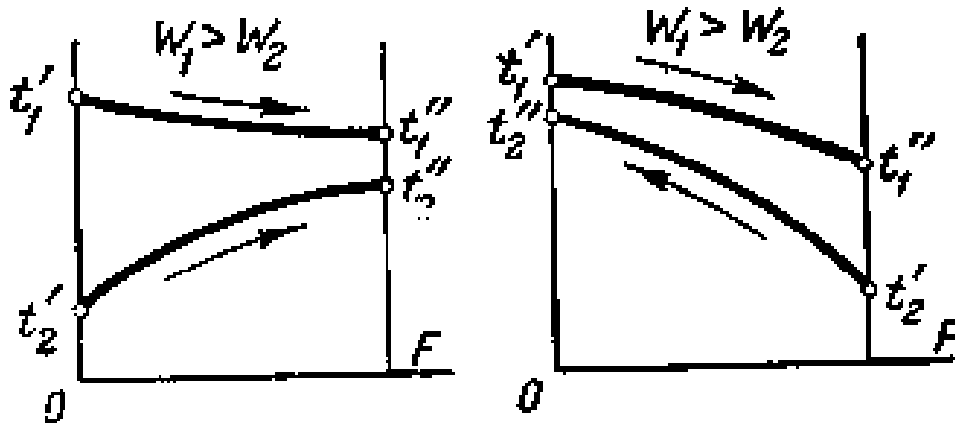

Рис. 1. Характер изменения температур теплоносителей при прямотоке и противотоке
**Задача 3.** В воздухоподогревателе воздух нагревается от  $T_1' = 293\text{K}$  до  $T_1'' = 453\text{K}$ . При этом горячие газы охлаждаются с  $T_2' = 673\text{K}$  до  $T_2'' = 473\text{K}$ . Определить средние логарифмические температурные напоры для прямоточной и противоточной схем включения (рис.1). Сравнить их со среднеарифметическим напором.